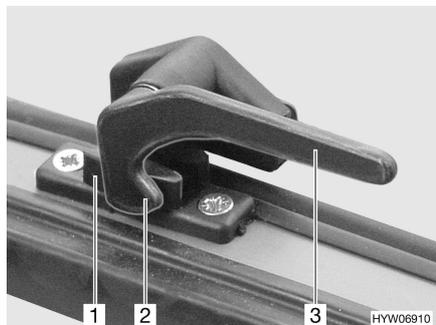

Fig. 27 Levier de verrouillage en position "Fermé"
- Tourner le levier de verrouillage (Fig. 27,3) d'un quart de tour vers le centre de la fenêtre.
- Tourner le levier de verrouillage (Fig. 27,3) d'un quart de tour vers le cadre de la fenêtre. Le tenon de verrouillage (Fig. 27,2) se trouve sur le côté intérieur du verrouillage de fenêtre (Fig. 27,1).
- En position "Fermé" (Fig. 27)